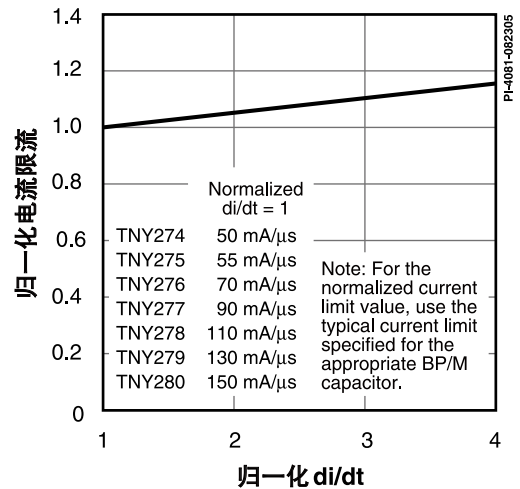

图 23. 限流点与 di/dt 的特性曲线
- E. 关于其它 di/dt 值时的电流限流点请参考图23。